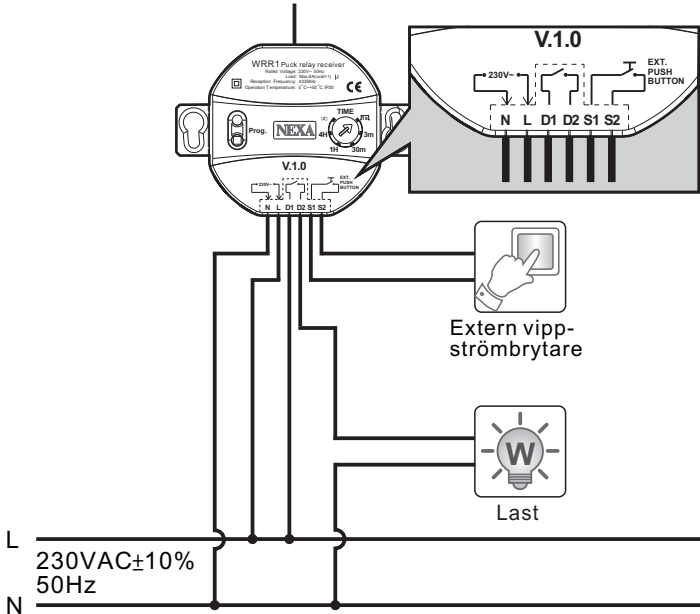

fig.3-a
3.3.1 För koppling av belysning (se fig.3-a).
3.3.2 För koppling av HVAC (se fig.3-b).